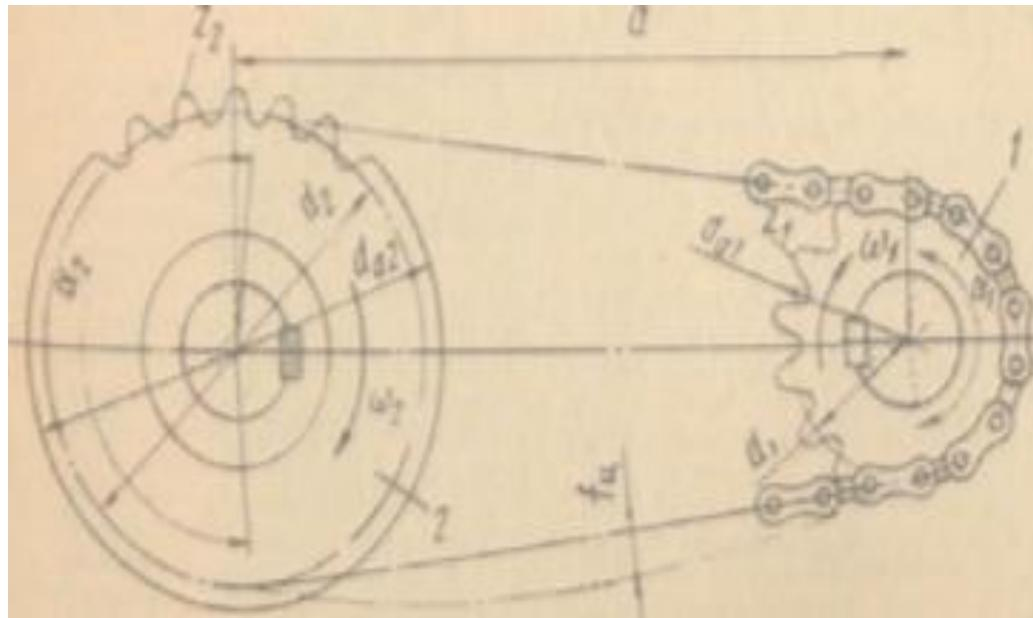

Рис.1.
**Передача (рис. 1) состоит обычно из ведущей 1 и ведомой 2 звездочек, связанных между собой приводной цепью (в машиностроении применяют также грузовые и тяговые цепи). Их применяют в качестве ступеней в приводах стационарных механизмов и машин (станках, роботах, сельскохозяйственной, транспортной технике и др.).**
**Расстояние  $a$  между осями звездочек (см. рис. 1) также влияет на работоспособность цепи, так как оно определяет частоту нагружения шарниров. При малом  $a$  цепь быстро изнашивается, а при большом  $a$  ведомая ветвь начинает колебаться из-за сильного провисания.**